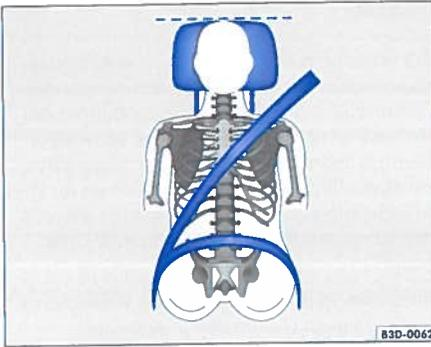

Abb. 11 Richtiger Gurtbandverlauf und richtige Kopfstützeinstellung von vorn betrachtet
- Das Diagonalteil des Gurtbandes muss auf der Schultermitte sitzen und darf niemals am Hals oder am Arm entlangführen. Der Sicherheitsgurt muss gut am Körper der Passagiere anliegen ⇒ Abb. 11.